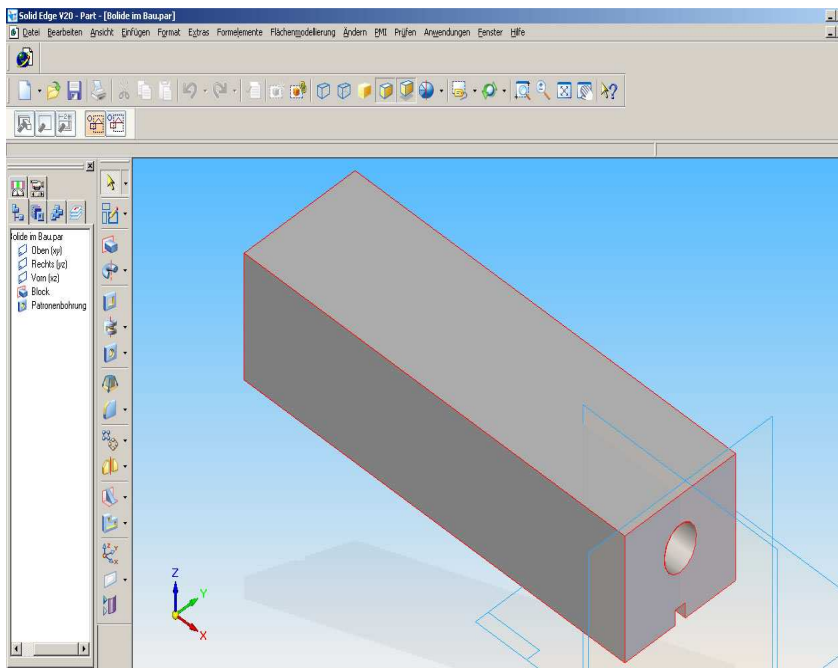

Abb. 17 Der fertige Block
13. **Fertig stellen, Ansicht einpassen und speichern.** (Abb. 17).